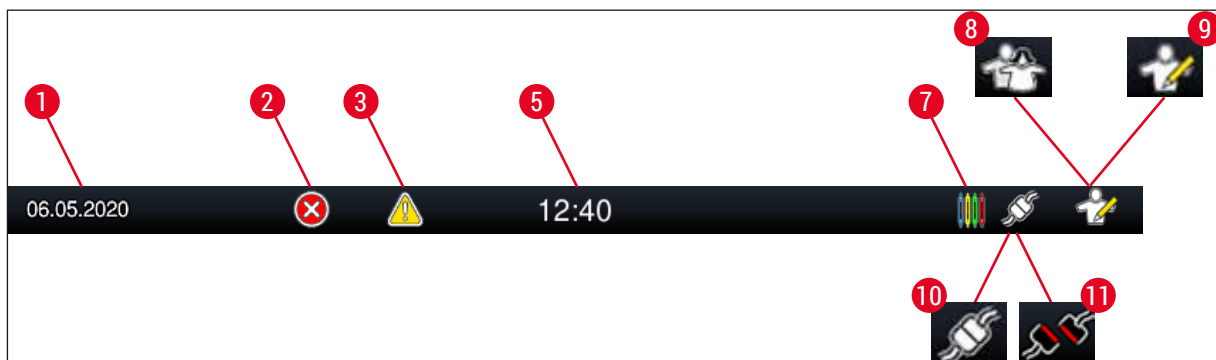

Fig. 16
4. El estado del usuario actual se indica con el símbolo correspondiente en la línea de estado de la parte superior derecha (→ "Fig. 16").